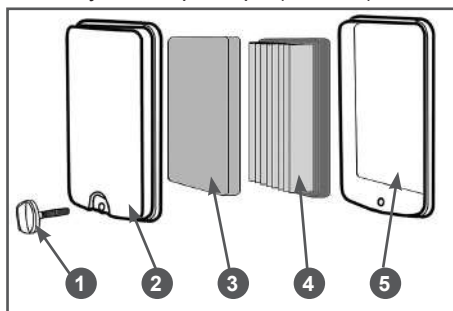

Рис. 20 Обслуживание воздушного фильтра PC5332F
1. Открутите болт 1 и снимите крышку 2 воздушного фильтра (Рис. 20)
2. Извлеките предварительный поролоновый 3 и основной бумажный 4 фильтрующие элементы (Рис. 20).
4. При незначительном загрязнении промойте предварительный поролоновый фильтрующий элемент 3 (Рис. 20) теплым мыльным раствором и просушите. Поврежденный или сильно загрязненный поролоновый фильтрующий элемент замените.
Бумажный фильтрующий элемент 4 (Рис. 20) не подлежит очистке, необходима его замена. Не продувайте основной бумажный фильтрующий элемент сжатым воздухом, не промывайте его в бензине и других растворителях. Эксплуатация двигателя с грязными или поврежденными фильтрующими элементами приведет к попаданию грязи и пыли в карбюратор и двигатель, что в свою очередь,
5. Произведите очистку крышки 2 и корпуса 5 воздушного фильтра (Рис. 20).
6. Установите на место фильтрующие элементы. Установите крышку воздушного фильтра и зафиксируйте ее винтом 1 (Рис. 20).